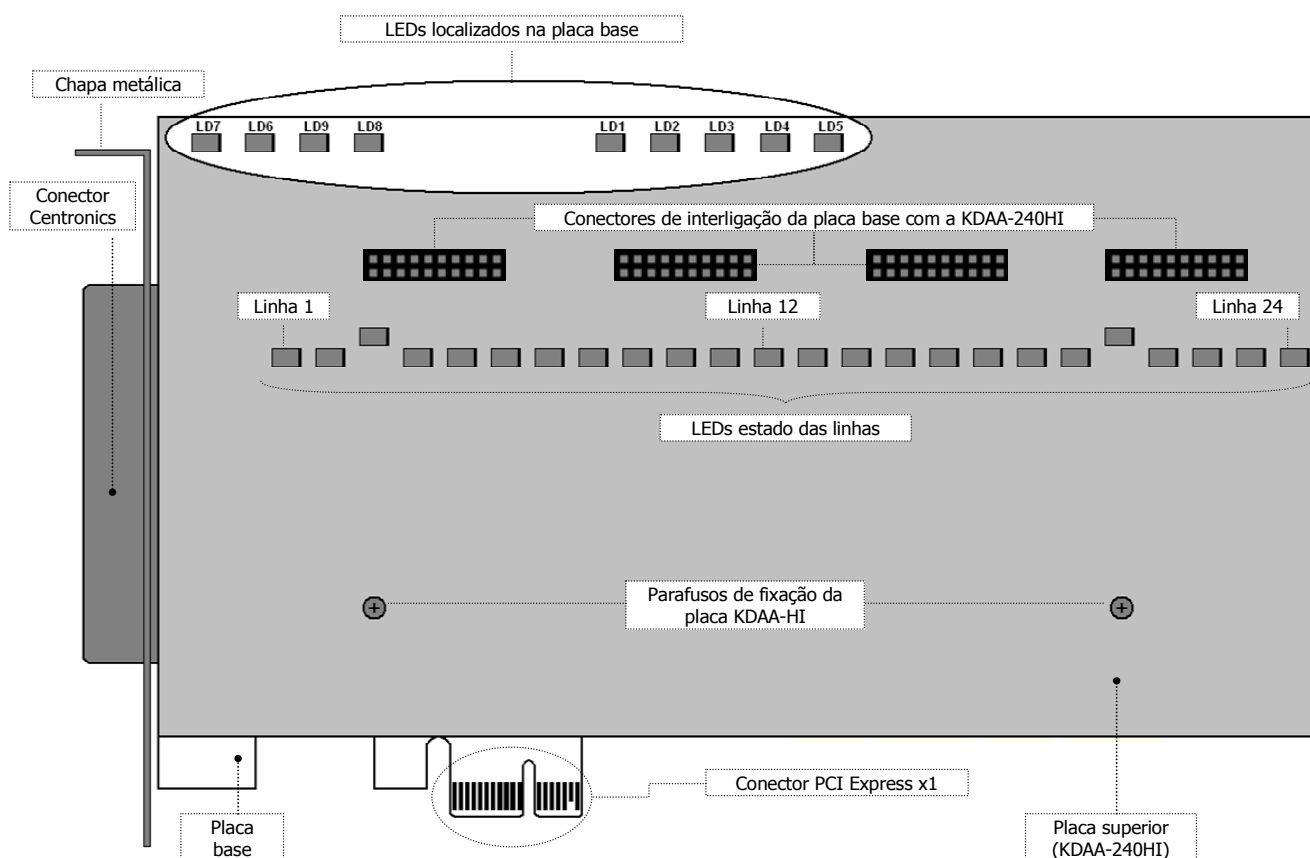

Figura 1. KFXO-240HI Express
Abaixo, na Figura 1, é mostrada a visão superior de uma placa KFXO-240HI Express.
- **KDAA-240HI:** A placa KDAA-240HI, mostrada na Figura 1, possui um conector centronics para interligação das 24 interfaces analógicas FXO em alta impedância e 24 LEDs para indicação do estado das 24 linhas telefônicas.